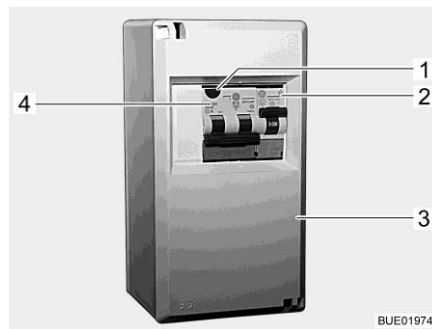
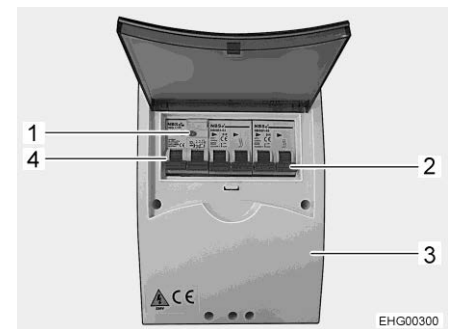

Fig. 191 Scatola dei fusibili a 230 V
Fig. 192 Scatola dei fusibili 230 V (variante)
- Disattivare gli interruttori di sicurezza (Fig. 191,2, Fig. 191,4 o Fig. 192,2, Fig. 192,4) nella scatola dei fusibili (Fig. 191,3 o Fig. 192,3).
- Se il veicolo è collegato all'alimentazione a 230 V, premere il tasto di controllo (Fig. 191,1 o Fig. 192,1) dell'interruttore combinato di sicurezza/per correnti di guasto (Fig. 191,4 o Fig. 192,4) nella scatola dei fusibili (Fig. 191,3). L'interruttore di sicurezza per correnti di guasto deve scattare.
- Disattivare gli interruttori di sicurezza (Fig. 191,2, Fig. 191,4 o Fig. 192,2, Fig. 192,4 nella scatola dei fusibili (Fig. 191,3 o Fig. 192,3).